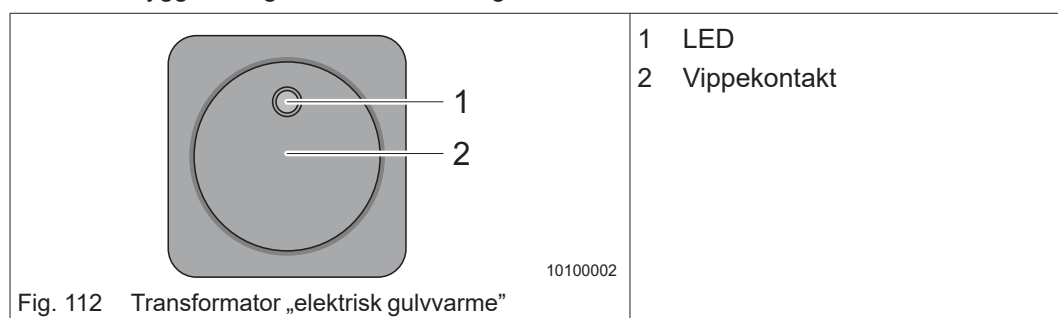

Fig. 112 Transformator „elektrisk gulvvarme”
- Tryk på vippekontakten (Fig. 112/2). Kontaktens LED (Fig. 112/1) lyser.
- Tryk på vippekontakten (Fig. 112/2). Kontaktens LED (Fig. 112/1) slukker.